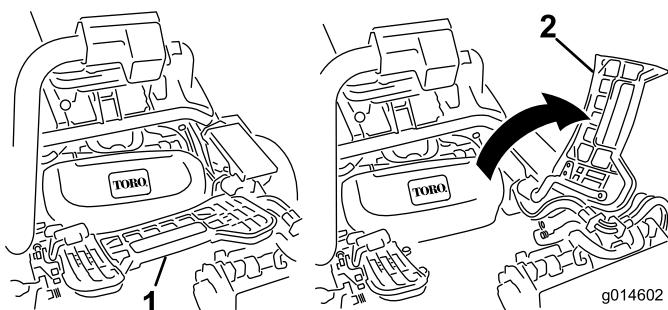

图11
7. 如果安装中间滚刀组, 应提起脚踏板向上翻, 以便接触到中间滚刀组位置 (图11)。